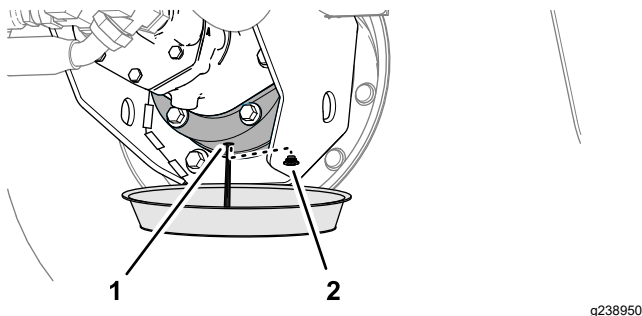

Рисунок 97
6. Установите сливной поддон под корпус тормоза, снимите пробку сливного отверстия и дайте маслу полностью стечь (Рисунок 97).